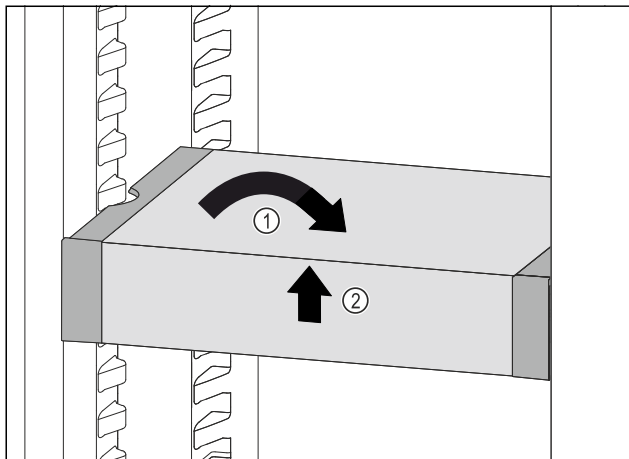

Fig. 97
- ▶ Collocare VarioSafe in maniera dritta. Fig. 97 (1)
- ▶ Sollevare VarioSafe dal lato anteriore. Fig. 97 (2)